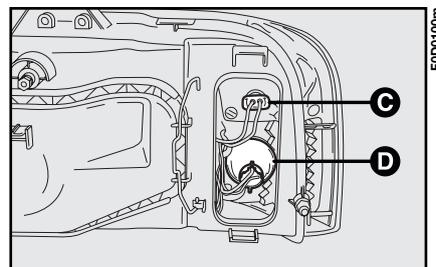

fig. 16
3) dégager le porte-lampe **C-fig. 16** en faisant tourner légèrement pour en faciliter le décrochement;
- 3) dégager le porte-lampe **D-fig. 16**;